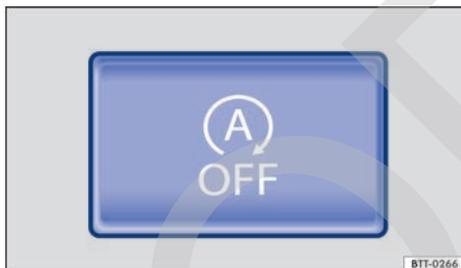

Fig. 106 En la parte superior de la consola central: tecla del sistema Start-Stop.
- Para desconectar el sistema, pulse la tecla  situada en la consola central → fig. 106. Cuando el sistema Start-Stop está desconectado, se enciende el testigo de control de la tecla.
- Para volver a conectar el sistema, pulse de nuevo la tecla  de la consola central → fig. 106.